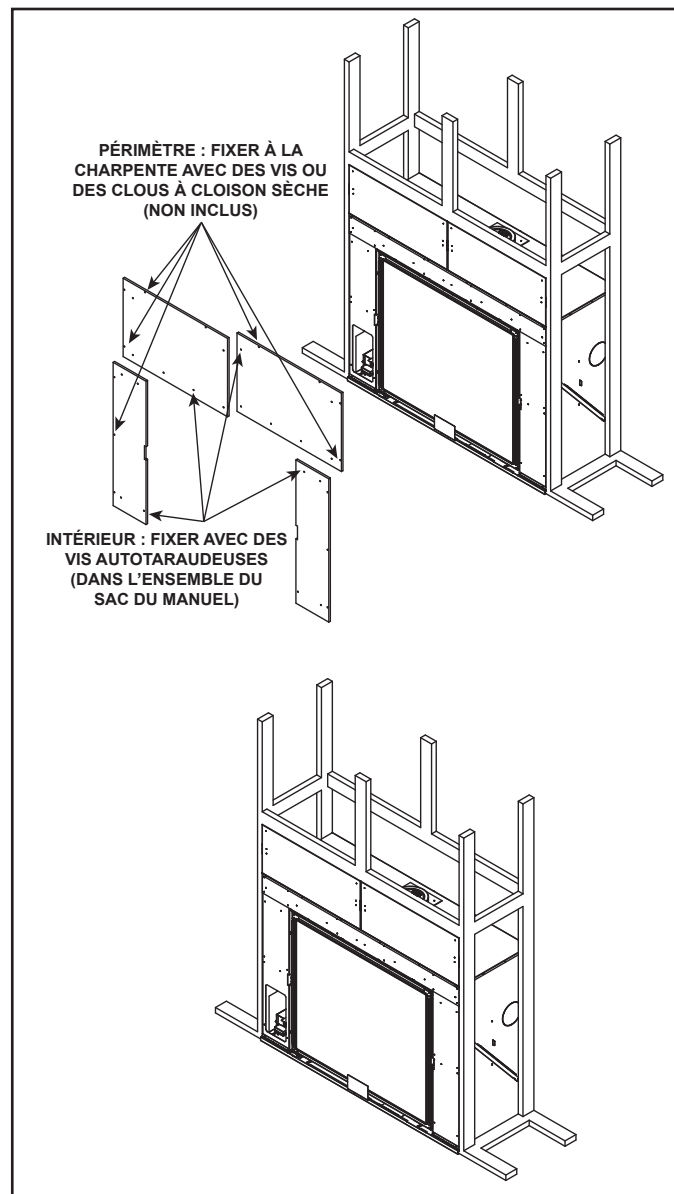

Figure 6.7 Installation du matériau de revêtement incombustible
- Centrez et attachez les deux panneaux supérieurs aux éléments de la charpente. Voir la figure 6.7.
- Utilisez les attaches du paquet d'attaches (le sac du manuel) pour les vis qui maintiendront le foyer. Voir la figure 6.7.
- Utilisez des vis pour panneaux de plâtre ordinaires, ou des clous, pour fixer le périmètre entre les matériaux de revêtement incombustibles et la charpente de bois. Voir la figure 6.7.